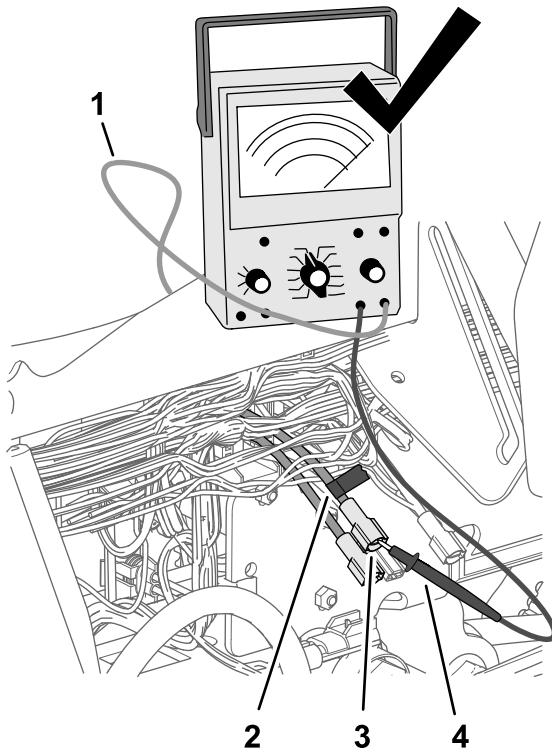

Рисунок 189
4. Используйте отрезок клейкой ленты, чтобы отметить разъем и провод, месторасположение которых определено при выполнении пункта 3 (Рисунок 189).